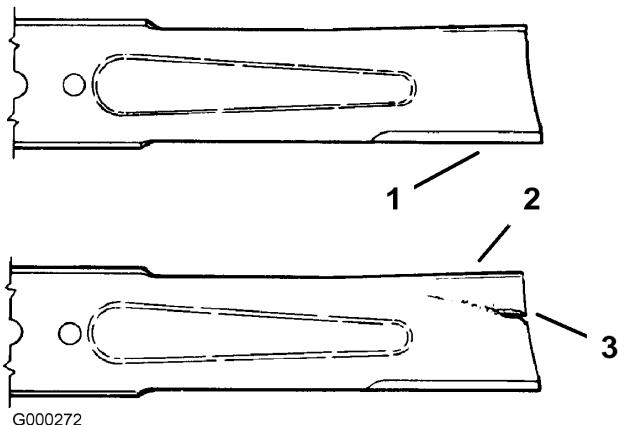

Figure 53
1. Examinez le tranchant des lames (Figure 53). Si les lames ne sont pas tranchantes ou si elles présentent des indentations, déposez-les et aiguisez-les (voir Aiguisage des lames).
2. Inspectez les lames, surtout la partie incurvée (Figure 53). Remplacez immédiatement toute lame endommagée, usée ou qui présente une entaille (Figure 53).